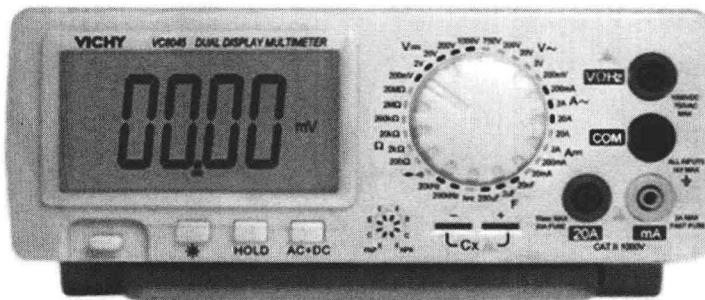

图 1-10 语音提示数字式万用表
c. 语音提示数字式万用表。图 1-10 所示为语音提示数字式万用表，这类万用表的内部具有语音合成电路，显示数字的同时还能用语音播报测量结果。典型产品有 VC93 型 $3\frac{3}{4}$ 位数字式万用表。